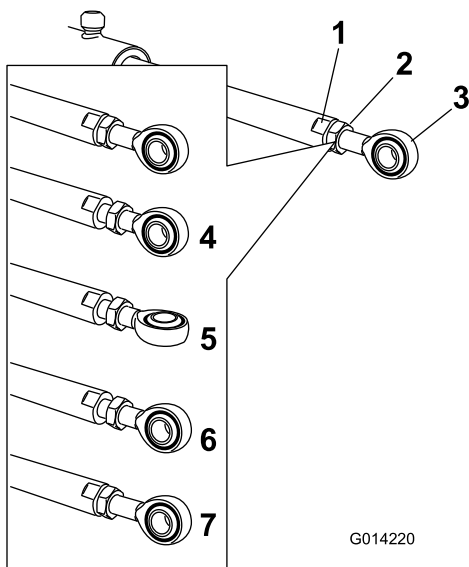

图 119
5. 使用扳手将提升器杆固定在杆的平面处然后松开锁紧螺母图 119。
6. 转动提升器杆上的杆端将延伸的提升器缩短或延长至所需的位置图 119。